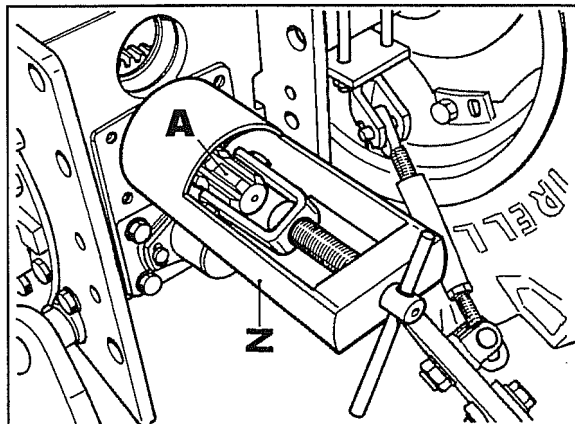
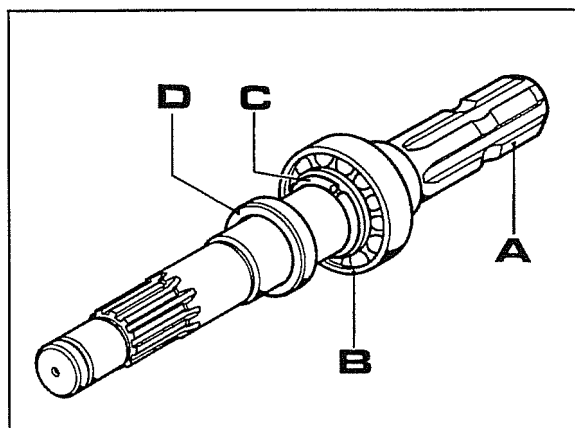
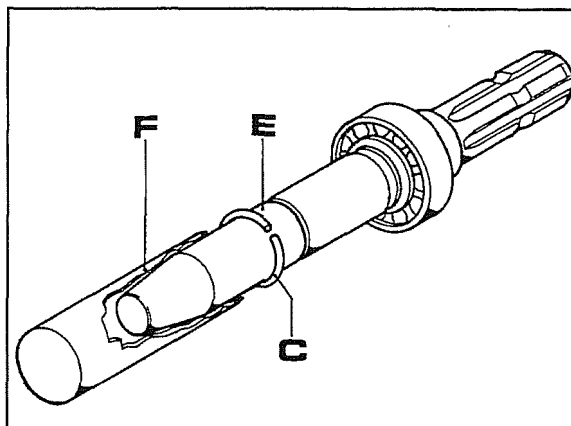

Fig. 17
Fig. 18
Fig. 20
7. Usando a ferramenta especial **Z** fig. 17, extrair o eixo da tomada de força superior **A** (fig. 17 e 18) o qual arrastará consigo o casquilho **B**, bloqueado no eixo pelo anel elástico **C** fig. 18. A retenção verifica-se porque nesta fase o anel **C** encontra-se debaixo do respectivo distancial **D** o qual impede a sua abertura e por conseguinte a saída do próprio anel do alojamento do eixo.
- Para montar novamente o anel **C** da fig. 18 e 20, é necessário usar uma ferramenta especial constituída por uma parte cônica **E** fig. 20 e por uma parte cilíndrica **F** necessária para pressionar o anel para o seu alojamento.